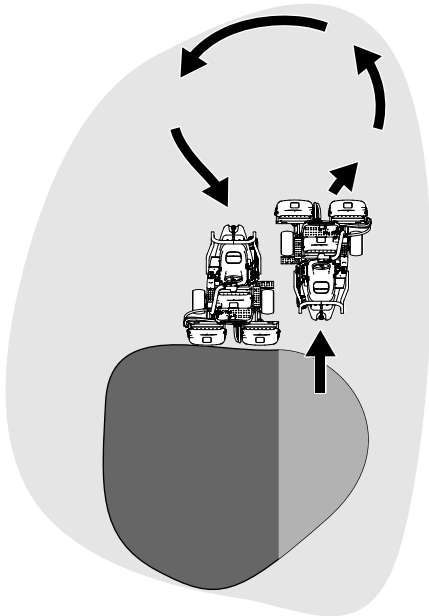

Figure 26
6. Pour réduire le temps de travail et faciliter l'alignement pour la passe suivante, tournez momentanément la machine dans la direction opposée, puis tournez-la vers la partie à tondre. Exécutez un demi-tour en « goutte d'eau » (Figure 26) pour aligner rapidement la machine pour la passe suivante.